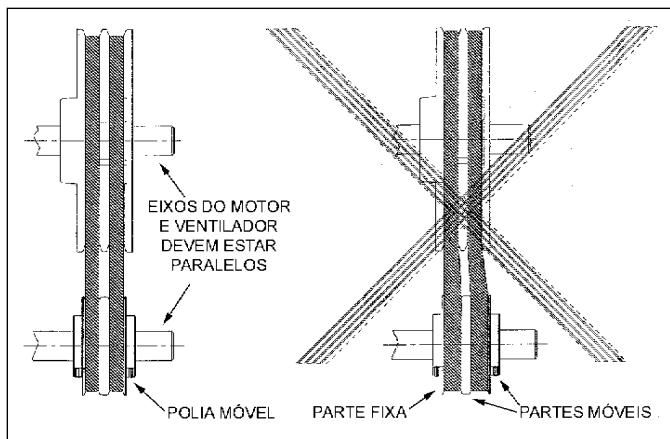

Figura 7 - Ajuste das polias
- (2º) Afrouxe o parafuso de fixação das partes móveis da polia do motor (veja Figura 7).
- (2º) Deslize-a ao longo do eixo, alinhando-a com a polia do motor. Verifique o paralelismo entre as polias. O centro das duas polias devem estar alinhados conforme mostrado na Figura 7.